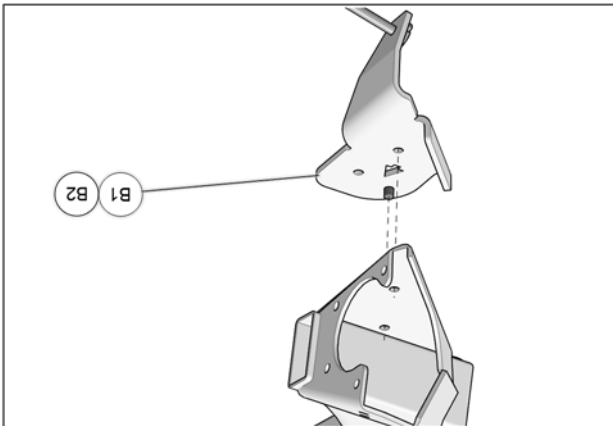

Fig. 6
5. Positionner la plaque d'ancrage (B1-B2) au-dessous du bras oscillant de la suspension arrière, derrière le moyeu de roue. Voir la Fig. 6